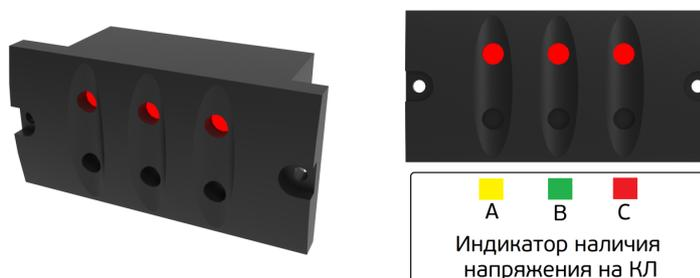

Рис. 8.1 Устройство EVI
На каждом присоединении устройства КСО на лицевой панели установлены устройства индикации напряжения EVI (Рис. 8.1), устройство подключено к емкостным делителям напряжения установленным в кабельном отсеке. Устройство снабжено тремя световыми индикаторами наличия напряжения по одному на каждую фазу КЛ, а также штекерными отверстиями, располагающимися рядом с каждой из ламп, цветовая маркировка фаз наносится под устройством.
Фазировка кабеля присоединения (1) (вновь включаемого или после ремонта) проводится с кабелем другого присоединения (2), находящимся под напряжением, расположение и чередование фаз которого уже проверено и является правильным (Ж-Э-К). Фазировка проводится посредством фазового компаратора (Рис. 8.2) путем установки штыревых контактов компаратора в штекерные отверстия соответствующих фаз фазуемых присоединений (Рис. 8.1). При подключении переносного указателя к одноименным фазам (Рис. 8.3) – лампа указателя не горит, к разным фазам – горит (т.е. также, как при фазировке “в горячую”). При выполнении фазировки можно воспользоваться Табл. 1 ниже: